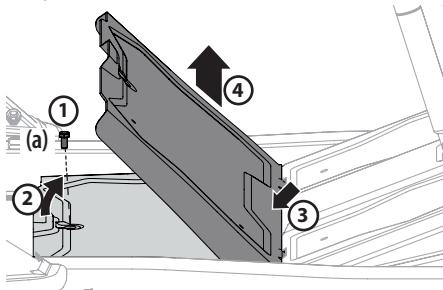

Figure 26
1. Avec l'outil multifonction ou une douille de ½ po, retirez le boulon (a) qui retient le panneau du plancher. Voir 1 dans Figure 26.
2. Soulevez avec précaution la partie arrière du panneau. Voir 2 de la Figure 26.
3. Glissez le panneau vers l'arrière pour faire sortir la partie avant. Voir 3 de Figure 26.
4. Puis, soulevez le panneau pour le retirer. Voir 4 de la Figure 26.